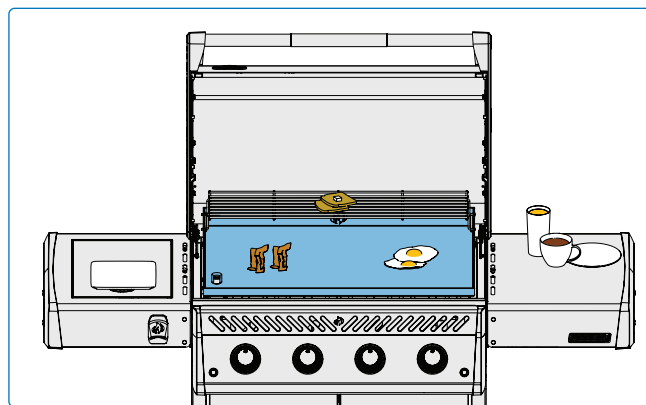

Рис. 9
- Установите разные горелки на разные уровни нагрева, чтобы создать определённые температурные зоны. Контролируйте температуру жарочной поверхности с помощью инфракрасного термометра, чтобы каждая зона была на нужном уровне нагрева. Используйте прямой нагрев (непосредственно над включёнными горелками) для блюд, которым требуется быстрое приготовление, и косвенный нагрев (в стороне от огня) для медленного приготовления или поддержания пищи в тёплом состоянии (**Рис. 9**).